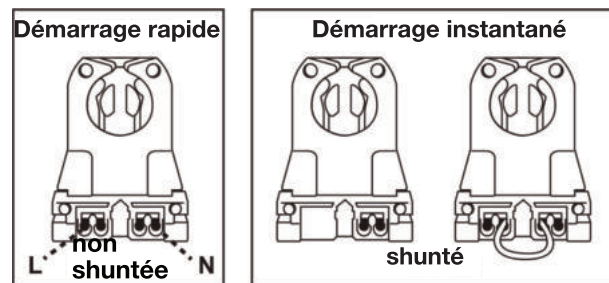

Figure 1. Douille non shuntée et shuntée
6. Assurez-vous que le projecteur contient des supports de lampe G13 à deux broches non shuntés (Figure 1). Si les supports de lampe de douille sont shuntés de manière interne, remplacez-les par de nouveaux supports de lampe de douille non shuntés. Si les douilles de lampe sont shuntées avec un fil de liaison, retirez-les pour les convertir en douilles non shuntées.